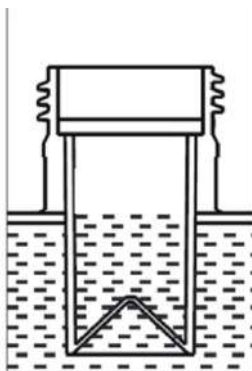

fig. 8
- Controllare il livello del carburante mediante un'ispezione visiva. Vedi fig.8